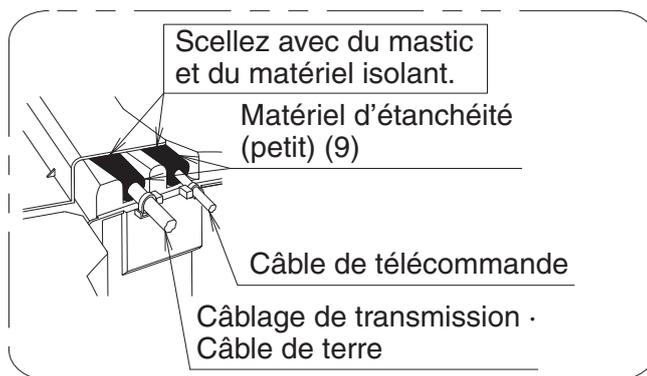

Fig. 39
- Coupez le matériel d'étanchéité (Petit) (9) en deux morceaux et enveloppez les câblages avec chaque morceau. **(Reportez-vous à la Fig. 39)**